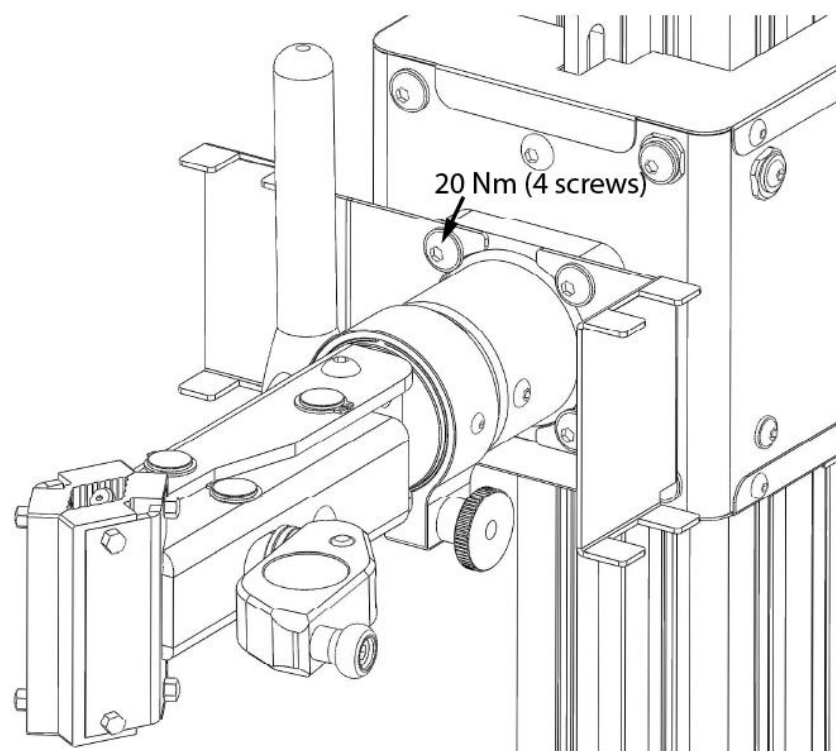

Figura 2: Posição de montagem do suporte remoto.
3. Desempacota a caixa principal e localiza o conjunto da abraçadeira (caixa separada). Inclui dois suportes remotos que devem ser montados em ambos os lados do grampo (ver **figura 2**). Coloque os suportes remotos no suporte da abraçadeira e monte o conjunto no suporte do suporte usando os quatro parafusos e arruelas M8 incluídos (**saco de ferragens 1**) e uma chave hexagonal de 5 mm. Aperta os parafusos a 20 Nm.